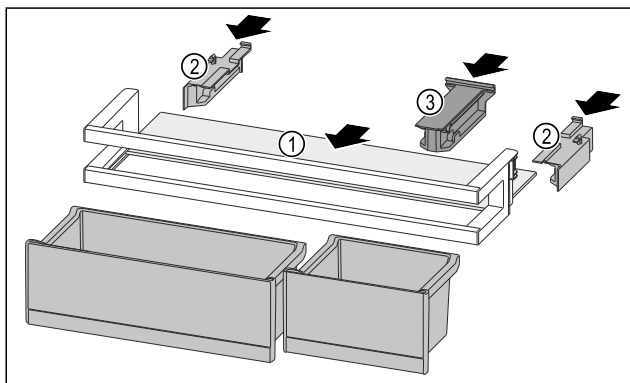

Fig. 225
- Inserire il ripiano Fig. 225 (1) negli incavi laterali.
- Inserire gli elementi laterali Fig. 225 (2).
- Inserire l'elemento di tenuta Fig. 225 (3).